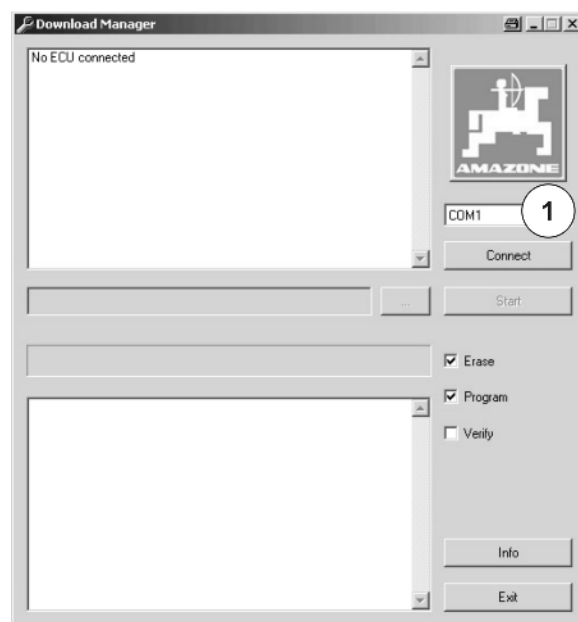

Fig. 4
- L'interface (Fig. 4) apparaît à l'écran du PC.
4. Pour établir une connexion avec le système **AMATRON+**, sélectionnez le port série adéquat (Fig. 4/1 : ici COM1).